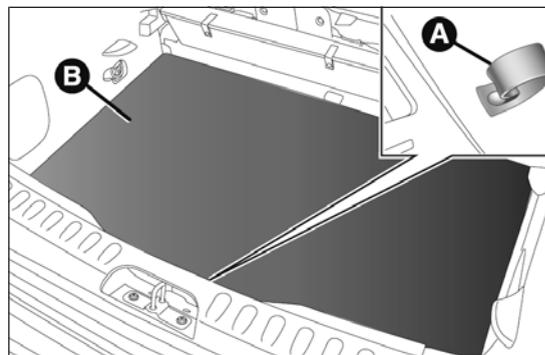

fig. 150
- ouvrir le coffre à bagages, tirer la languette A fig. 150 et soulever vers le haut le tapis de revêtement B ;